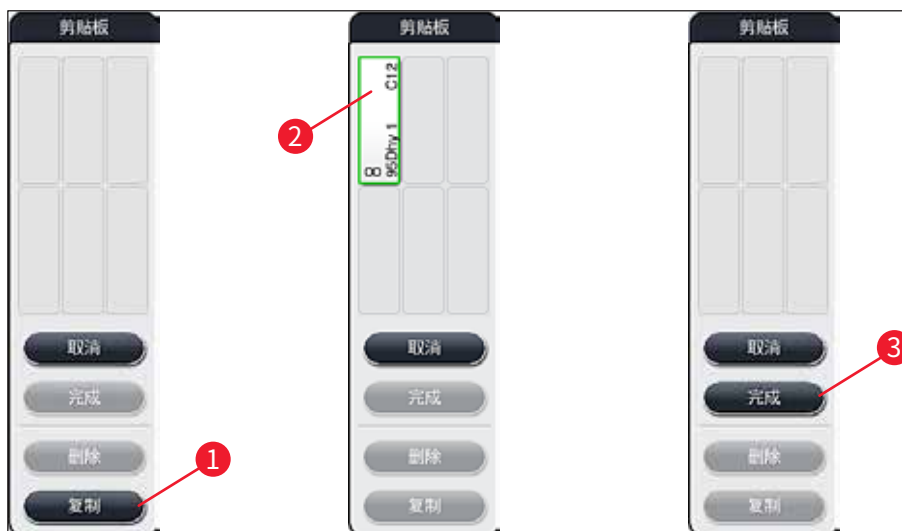

图 54
2. 请注意该信息消息并以确定确认。将打开新的剪贴板 (→“图 54”) 窗口。